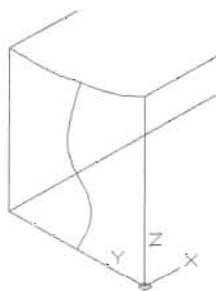

图 13-119
(2) 单击“绘图”工具栏中的“样条曲线”按钮, 绘制如图 13-119 所示的样条曲线, 命令执行过程如下。